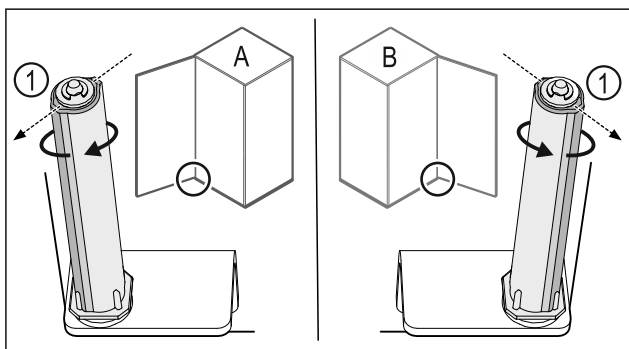

Fig. 39 Opritorul din stânga (A) / opritorul din dreapta (B)
- ▶ Rotiți sistemul de închidere până la rezistență, până când pragul sistemului de închidere Fig. 39 (1) este orientat spre exterior.